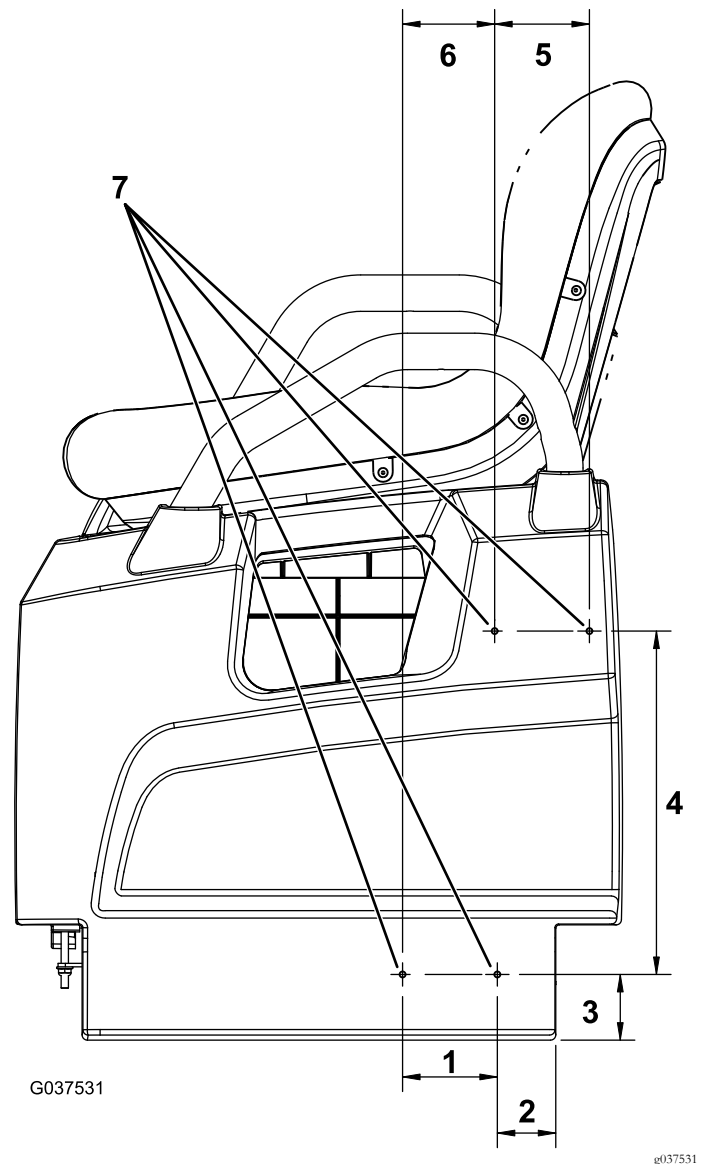

Figura 11
1. En el lado izquierdo de la máquina, mida 51 mm desde el borde izquierdo trasero de la base del asiento, y marque esta posición (Figura 11).
2. Mida 57 mm directamente por encima de este punto y marque esta posición (Figura 11).
3. Mida 83 mm hacia la izquierda desde la posición marcada en el paso 2 y marque este punto (Figura 11).
4. Mida 80 mm hacia la izquierda desde la posición marcada en el paso 3, luego mida 299 mm directamente por encima de este punto, y marque esta posición (Figura 11).
5. Mida 83 mm hacia la derecha desde la posición marcada en el paso 4 y marque este punto (Figura 11).
6. Perfore un taladro de 5 mm en cada una de las 4 posiciones marcadas (Figura 11).